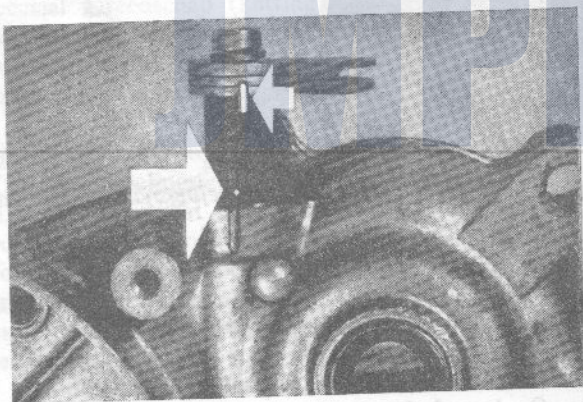

Fig. 16
- De as van de bedieningshefboom van de **koppeling** eruit nemen door de halfronde kerfpen eruit te halen (fig. 16). **Waarschuwing:** bij hermontage steeds een nieuwe pakkingring nr 00.31.06 gebruiken. De hefboom niet onnodig afnemen. Als het noodzakelijk is, van merktekens voorzien. Bij de montage van de as het centergaatje en de nok aan het carterhuis tegenover elkaar plaatsen (fig. 17).